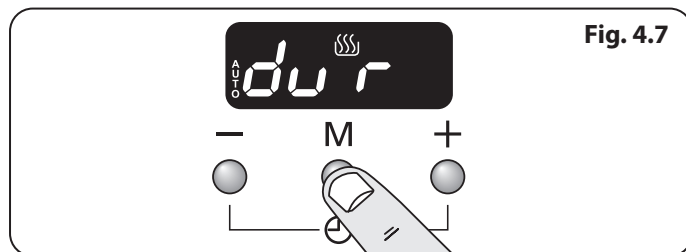

Fig. 4.7
1. Appuyer sur le bouton mode [M] jusqu'à ce que l'écran clignote (dur) (**Fig. 4.7**). Puis sélectionner la « cuisson » à l'aide des boutons [+] ou [-].